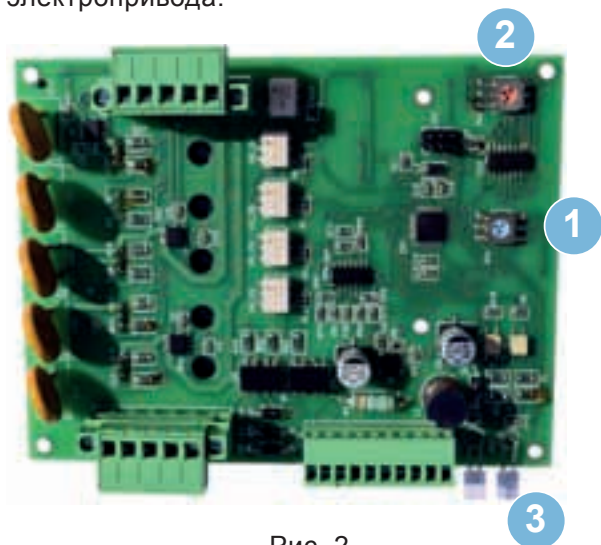

Рис. 2
- Плата бесконтактного тиристорного пускателя (ПРТ) (рис. 2).
### Плата бесконтактного тиристорного пускателя (ПРТ) (рис. 2)